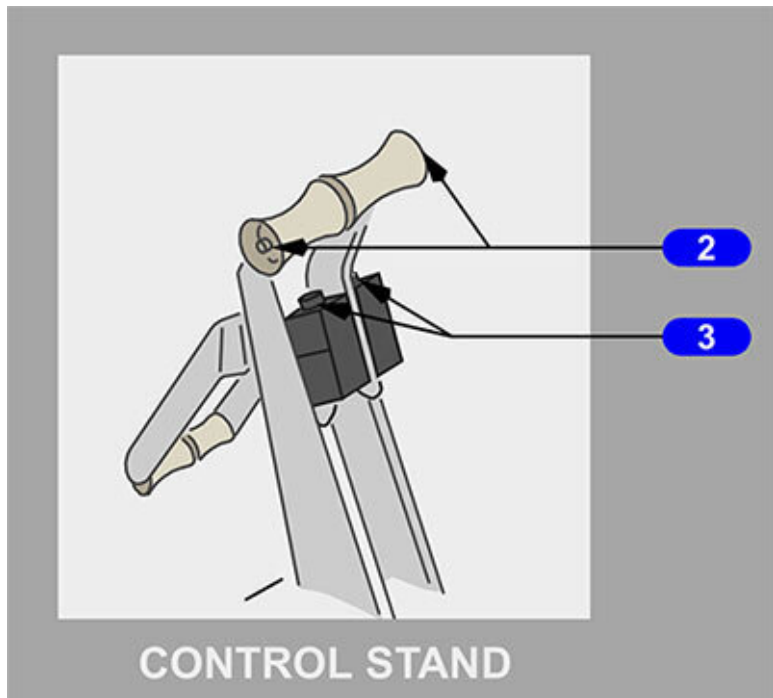

Рис. 4.2
- 1.) Одной из кнопок с боков рукояток РУД (элемент 2, рис. 4.2).